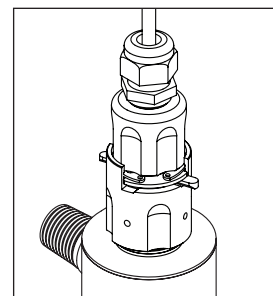

Figure 2E
4. Une fois que la lampe est solidement attachée à la connexion, glissez la connexion sur l'écrou de presse-garniture. Une fois que la connexion soit montée complètement sur l'écrou de presse-garniture, retournez l'onglet pour que la connexion soit barrée en place (figure 2E).